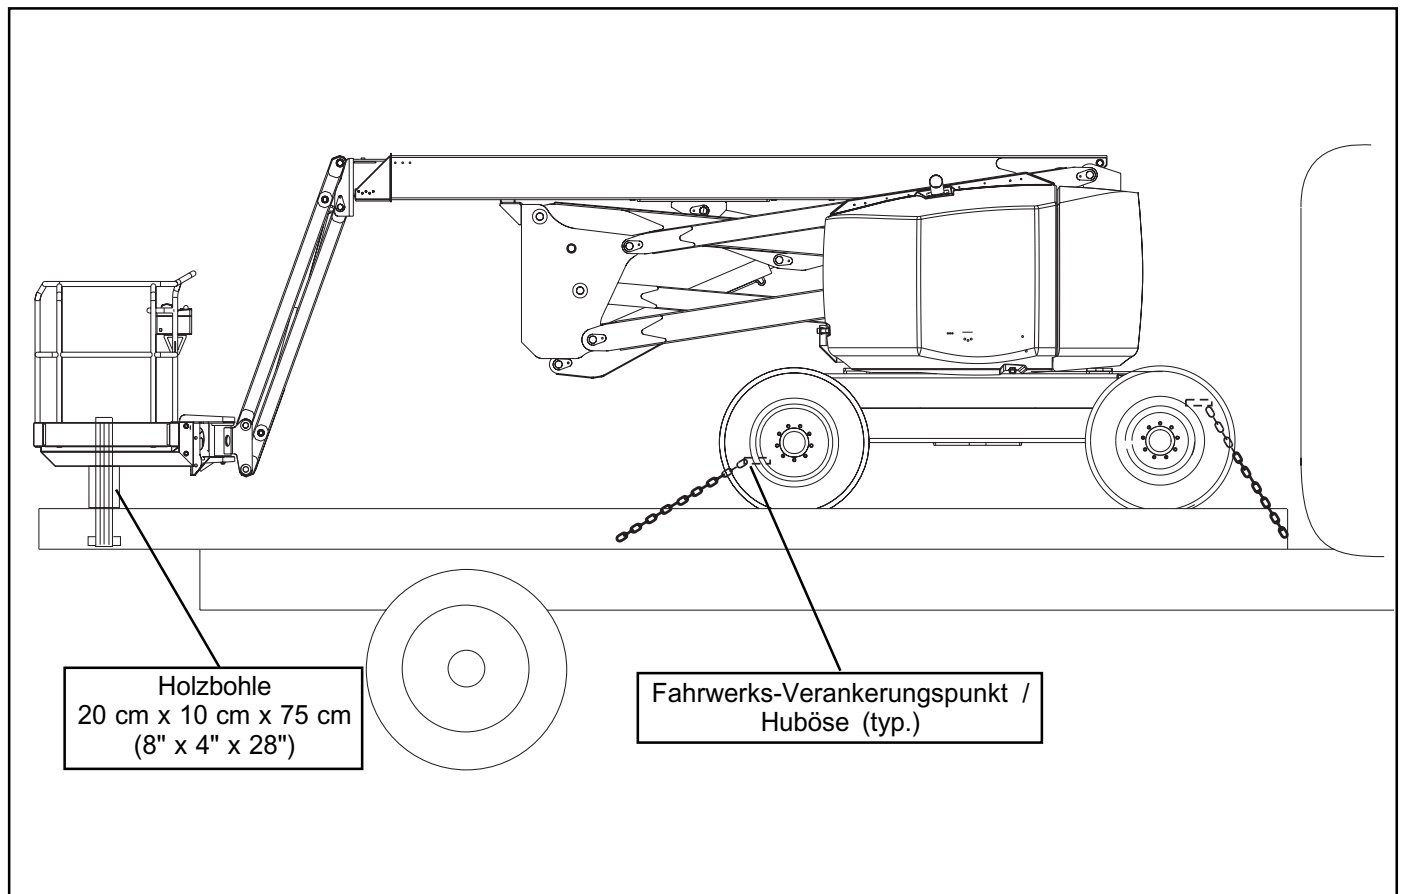

Abbildung 7: Sichern der Maschine für den Transport
6. Maschine mit Ketten bzw. Gurten ausreichender Stärke (siehe Technische Daten auf der Rückseite) am Transportfahrzeug sichern. Ketten bzw. Gurte an den Verankerungsösen des Fahrwerks befestigen (siehe Abbildung 7).
7. Eine Holzbohle (20 cm x 10 cm x 75 cm [8" x 4" x 28"]) wie gezeigt unter die Plattform-Stützstreben legen (siehe Abbildung 7).
8. Sperrgurt unterhalb des Bodenrosts der Arbeitsbühne, jedoch oberhalb der Stützstreben anbringen (Abbildung 7). Fest anziehen, ohne zu überspannen.